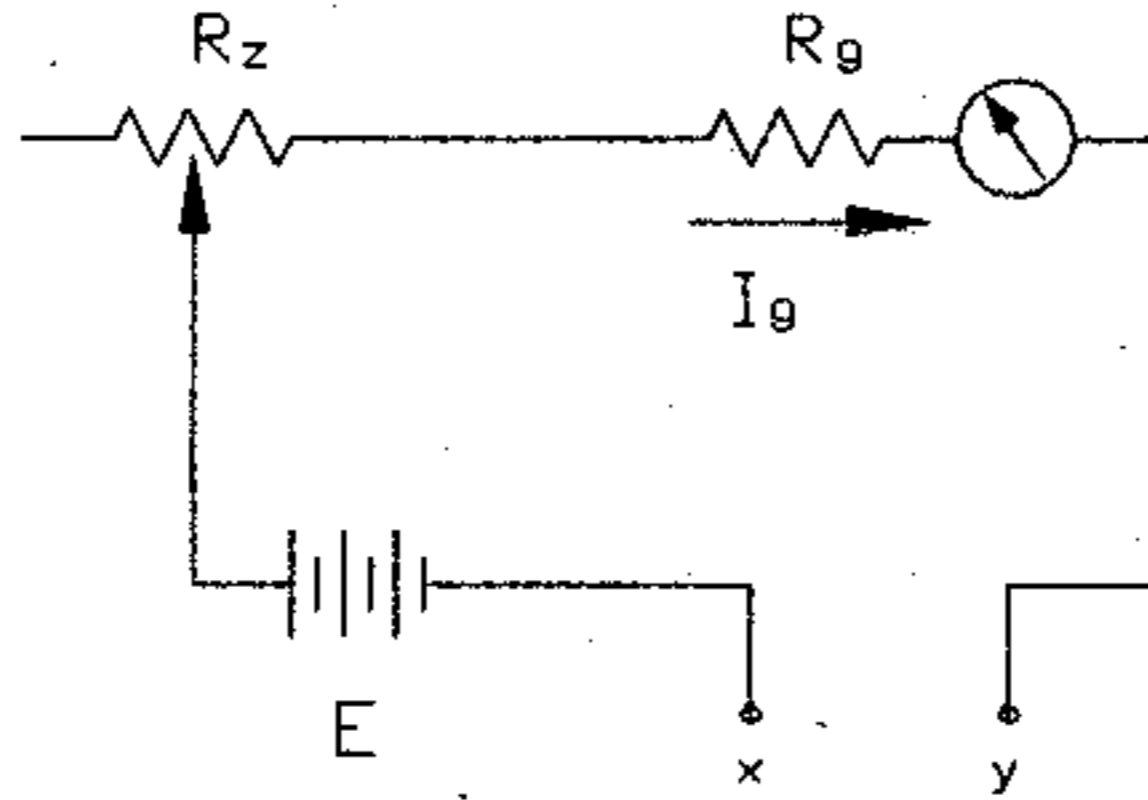

Figura 6
- a) Arme el circuito de la figura 6.